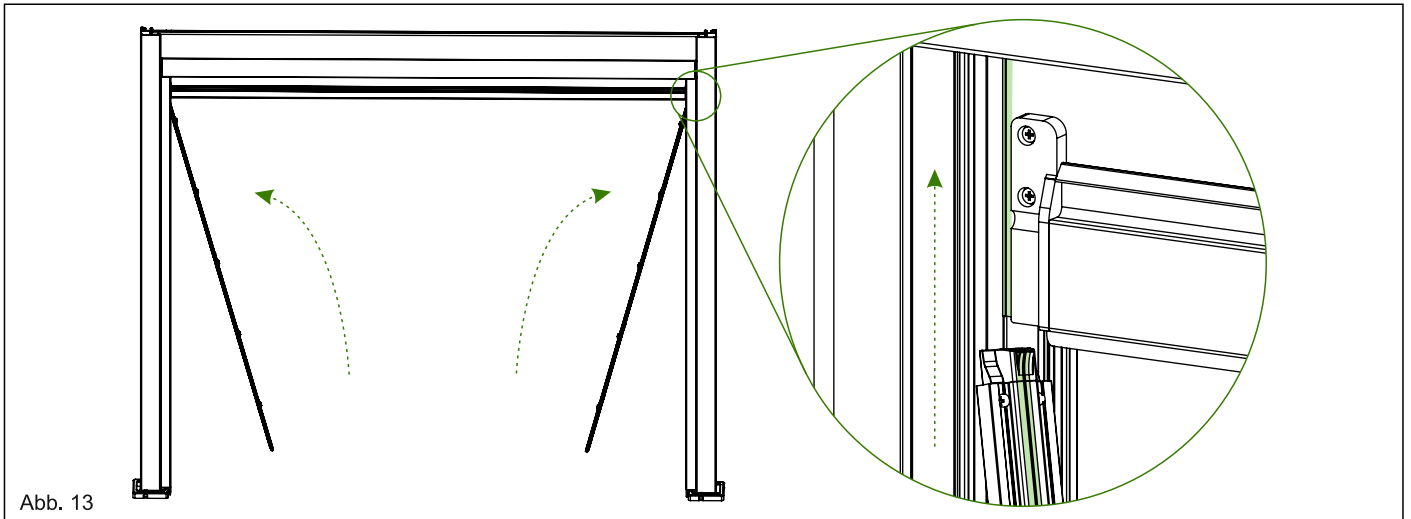

Abb. 13
12. Setzen Sie die Markisenschienen in die Schienenführungen so ein, dass die Rasterschiene der Markise in die dafür vorgesehenen Rillen der Markisenschiene eingeführt wird. Siehe Abb. 13.